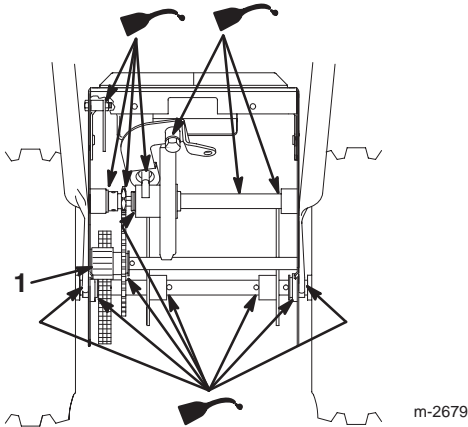

Bild 30
- 8. Das Achszahnrads leicht einfetten (Bild 30).